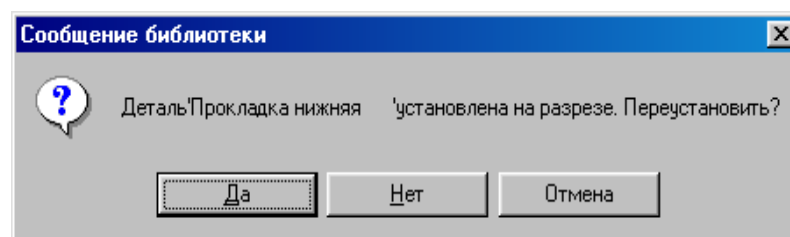

Рисунок 1.50 – Вікно діалогу переустановлення деталі
– якщо зі списку вибрана деталь, що вже була встановлена на розрізі, система пропонує питання про її переустановлення (рис. 1.50). Можна або відмовитися від переустановлення, або змінити розташування деталі на кресленні, тобто зафіксувати її фантом на новому місці. При переустановці старе зображення деталі вийде із креслення автоматично;